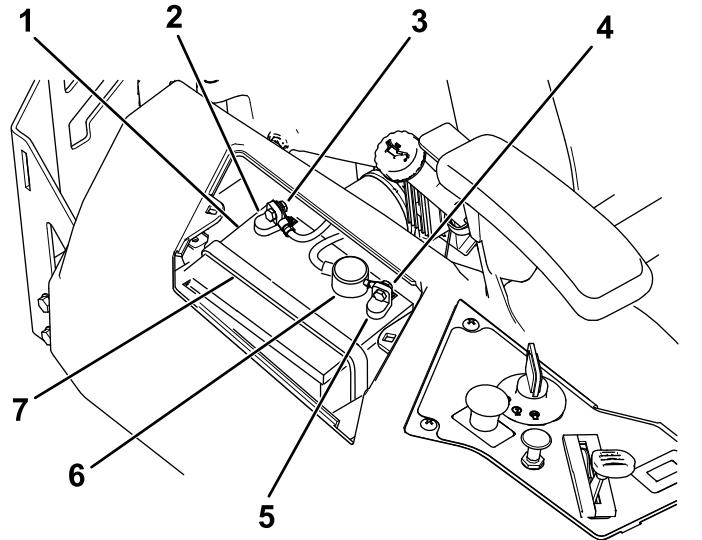

Figure 55
4. Débranchez le câble négatif (noir) de mise à la masse de la borne de la batterie (Figure 55).
6. Débranchez le câble positif (rouge) de la borne de la batterie (Figure 55).
7. Déposez la barrette de maintien de la batterie (Figure 55) et soulevez la batterie de son support.